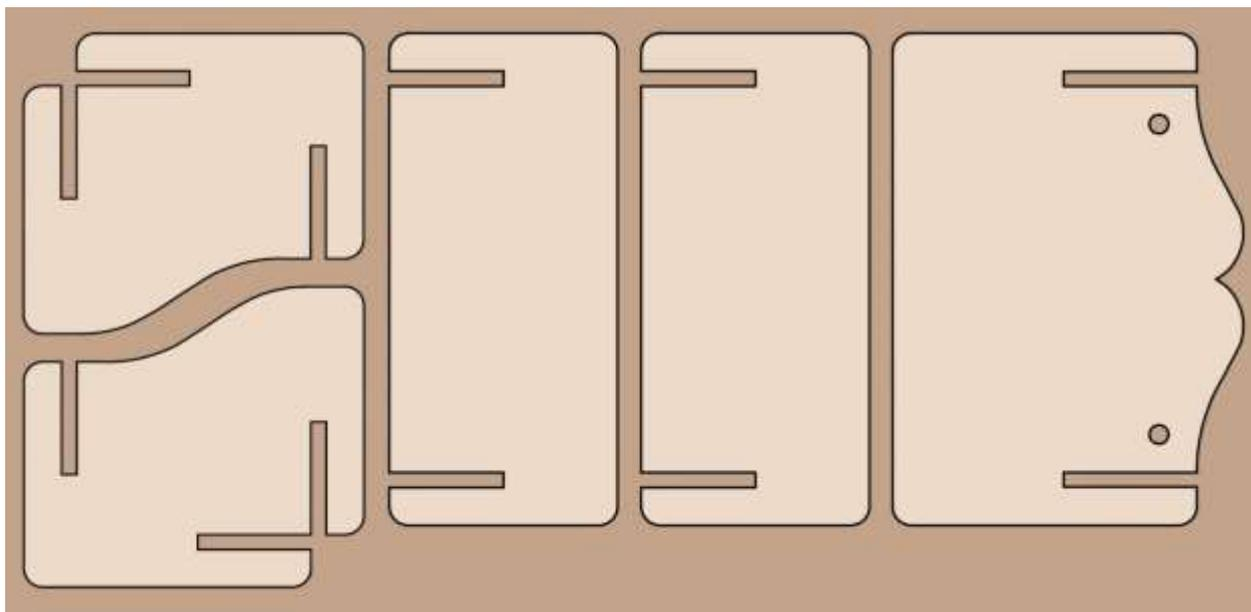

Рис. 2
8. Текстуру древесины располагать горизонтально относительно изделия. Для этого разметку заготовок следует вести так, как показано на рис. 2.